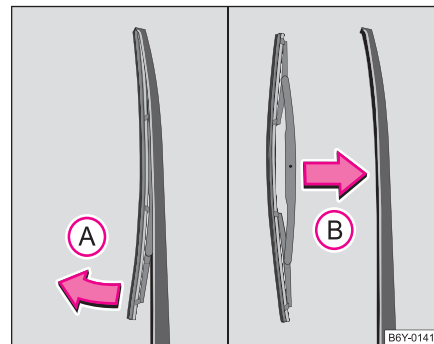

Fig. 44 Lamela ștergătorului de lunetă
- Ridicați brațul ștergătorului de pe lunetă ⇒ fig. 44.
- Cu cealaltă mână prindeți lamela de partea centrală și trageți-o în sensul săgeții (A).